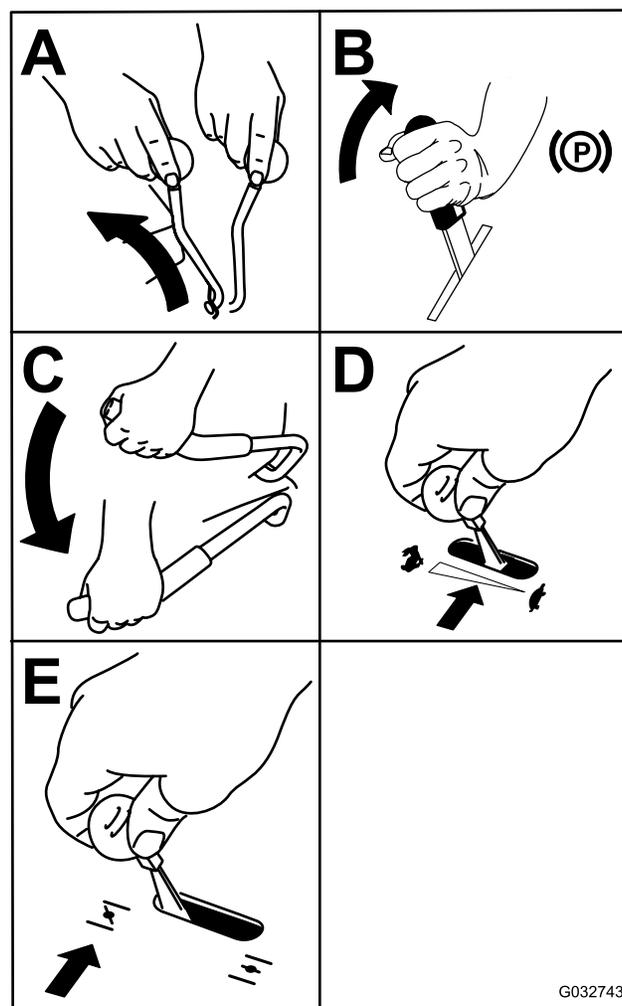

Figura 23
3. Spostate la leva di innesto PDF in posizione di SPEGNIMENTO (Figura 23).
6. Girate la chiave in posizione di AVVIAMENTO (Figura 23). Rilasciatela quando il motore si accende.